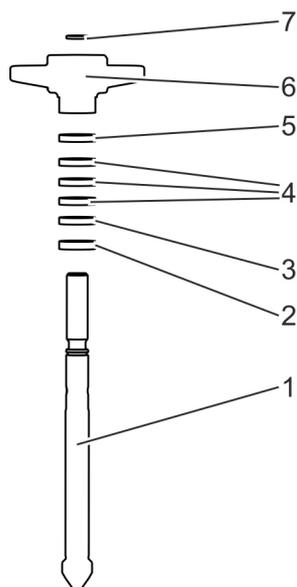

Abb. 28: Stopfbuchspackung montieren (Anzahl der Packungsringe variiert)
- 25.** Grundring (Abb. 28/2) auf die Spindel (Abb. 28/1) aufstecken.
- 26.** Falls Kammerungsring (Abb. 28/3) mit Blechkappe verwendet wird, Kammerungsring (Abb. 28/3) mit zum Grundring (Abb. 28/2) ausgerichteter Blechkappe auf die Spindel (Abb. 28/1) aufstecken.
Packungsringe (Abb. 28/4) auf die Spindel aufstecken.
- 28.** Falls Kammerungsring (Abb. 28/5) mit Blechkappe verwendet wird, Kammerungsring (Abb. 28/5) mit zur Stopfbuchsbrille (Abb. 28/6) ausgerichteter Blechkappe auf die Spindel (Abb. 28/1) aufstecken.
- 29.** O-Ring (Abb. 28/7) auf die Spindel aufstecken.
- 30.** Spindel (Abb. 28/1) in den Bügelaufsatz einführen.
- 31.** Stopfbuchsbrille (Abb. 28/6) auf die Spindel aufstecken.